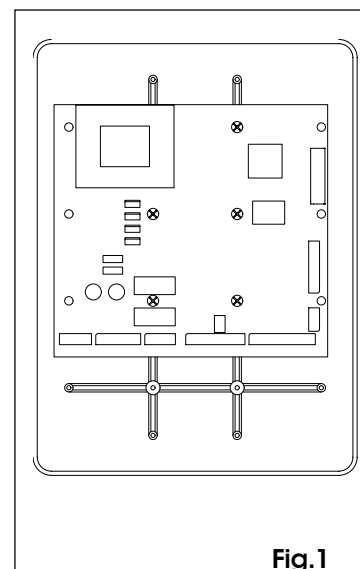

Fig.1
- Pour la fixation de la centrale dans le boîtier étanche, positionner la centrale comme l'indique la fig. 1 et la fixer avec 5 vis autotaraudeuses  $\text{A} \text{E} 4,2 \times 13$  (fournies), en plaçant les entretoises entre la carte et les guides du boîtier étanche.